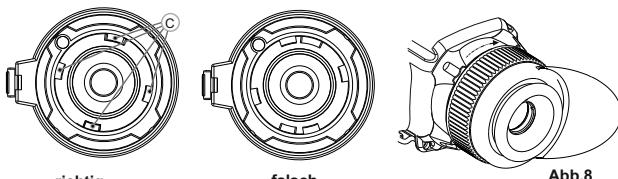

Abb.8
- Vor der Montage des Okulars vergewissern Sie sich, dass die oberen Vorsprünge (C) mit den unteren gelben Vorsprüngen zusammenfallen. (Abb.8).
- Setzen Sie das Okular ins Gehäuse des Gerätes, drehen Sie den Halterung (5) des Okulars im Uhrzeigersinn.